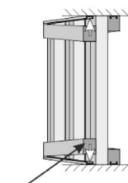

Рис.12
6. Защелкните рейки на полу и потолке. Для монтажа на потолке необходимо дополнительно место соединения проклеить монтажным клеем (рис.12).